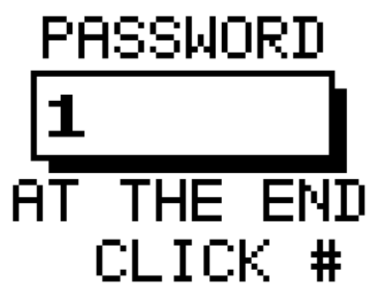

Рис. 4.2
- Нажмите «Enter». В поле ввода пароля появится цифра 1 (рис. 4.2):